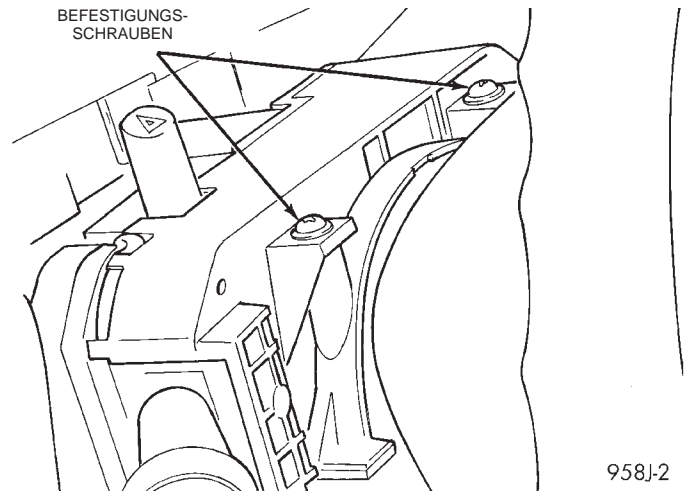

Abb. 5 Kombischalter
- (1) Batterie-Minuskabel abklemmen.
- (2) Die obere Lenksäulenabdeckung wie in diesem Kapitel beschrieben abbauen.
- (3) Befestigungsschrauben des Kombischalters lösen (Abb. 5).
- (4) Steckverbinder abziehen und den Kombischalter in gerader Richtung nach oben abnehmen.